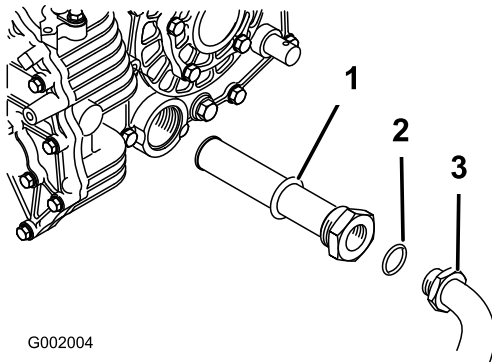

Bild 66
5. Nehmen Sie den Hydraulikschlauch und das 90° Anschlussstück ab (Bild 66).